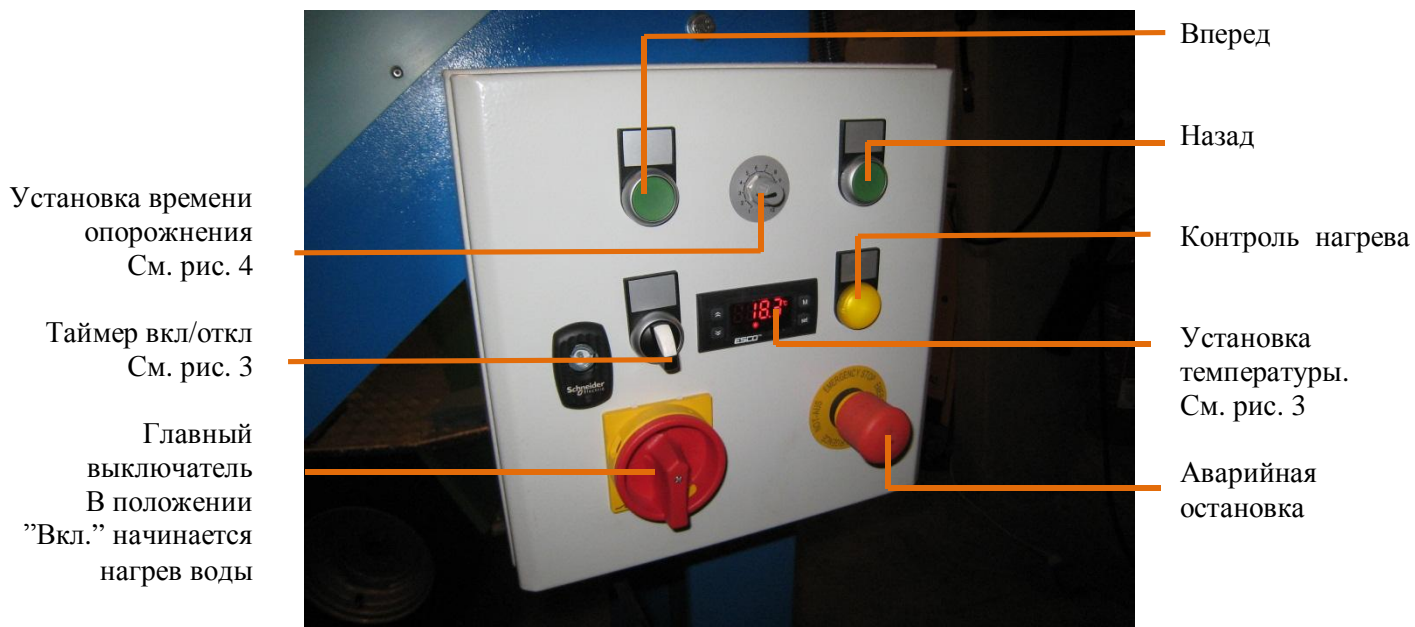

Рис. 2 Пульт управления.
- Когда поворотный регулятор на рис.2 установлен в положение 1, время опорожнения составляет 10 с.
- Когда поворотный регулятор на рис.2 установлен в положение 5, время опорожнения составляет 50 с.